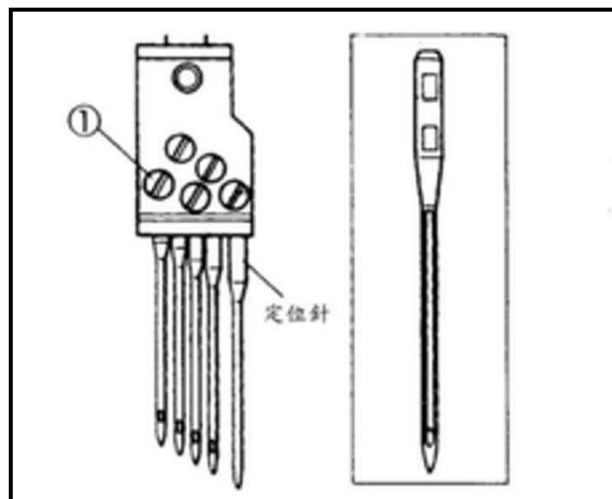

Fig.21
- (1) 旋转转轮将针抬到最高点.
- (2) 放松螺丝①。(Fig. 21)
- (3) 平面摆在前方将新针放入针箍内最顶端, 然后锁紧螺丝①。